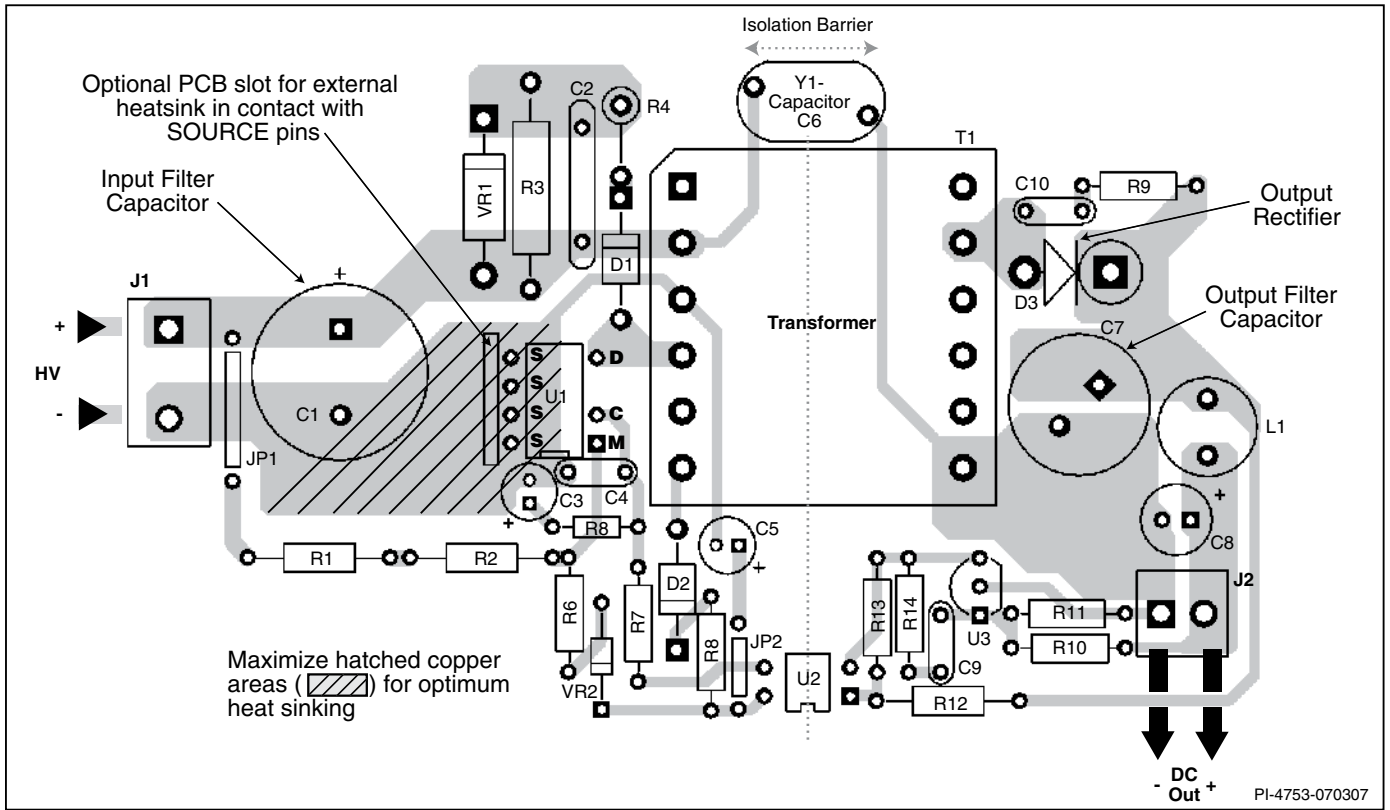

图 16. 使用P封装的PCB板布局范例
- 用一个高频0.1 μF 旁路电容与47 μF 控制引脚电容并联使用可局部去噪（图16、17和18中的C4）。